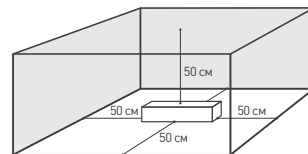

Рис. 4. Свободное пространство вокруг контроллера
- Для соблюдения температурного режима работы обеспечьте не менее 50 см свободного пространства вокруг контроллера (см. рис. 4).